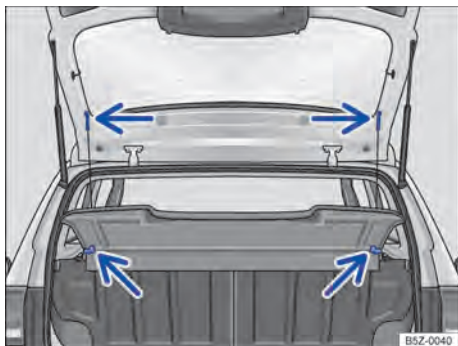

Fig. 79 No compartimento de bagagem: remover e instalar a cobertura do compartimento de bagagem.
- Desprender os cordões de retenção do suporte da tampa do compartimento de bagagem ⇒ Fig. 79 (setas superiores).
- Retirar a cobertura do compartimento de bagagem por trás, para fora dos suportes laterais ⇒ Fig. 79 (setas inferiores).
- Empurrar a cobertura do compartimento de bagagem para a frente, introduzindo-a nos suportes laterais ⇒ Fig. 79 (setas inferiores).
- Encaixar os cordões de retenção na tampa do compartimento de bagagem ⇒ Fig. 79 (setas superiores).